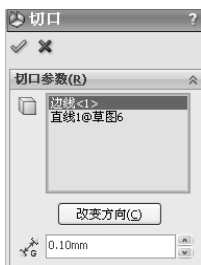

图 7-68 “切口”属性管理器
2) 执行“插入”→“钣金”→“切口”菜单命令，或者单击“钣金”工具栏中的“切口”按钮，弹出“切口”属性管理器，选择绘制的直线和一条边线来生成切口，如图 7-68 所示。